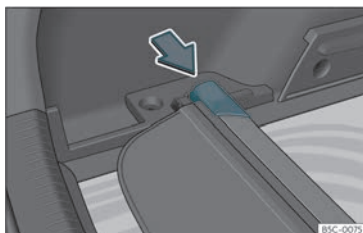

Fig. 112 Na bagageira: alojamento para guardar a chapeleira enrolável.
- Pressione a cabeça da chapeleira enrolável no sentido da seta até encaixá-la no alojamento previsto para essa utilização >>> **Fig. 112**.